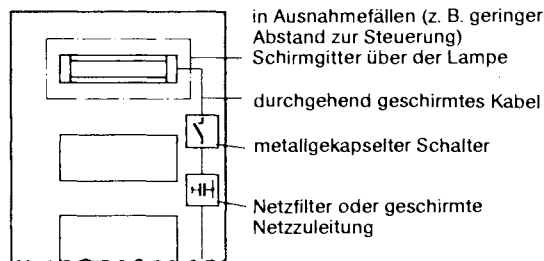

Bild 20 Maßnahmen zur Entstörung von Leuchtstofflampen im Schrank
- Für die Schrankbeleuchtung sollten aus Gründen der Störbeeinflussung von Geräten keine Leuchtstofflampen verwendet werden. Wenn auf Leuchtstofflampen nicht verzichtet werden kann, sind die im Bild 20 dargestellten Maßnahmen zu treffen. Besser geeignet sind LINESTRA-Lampen.